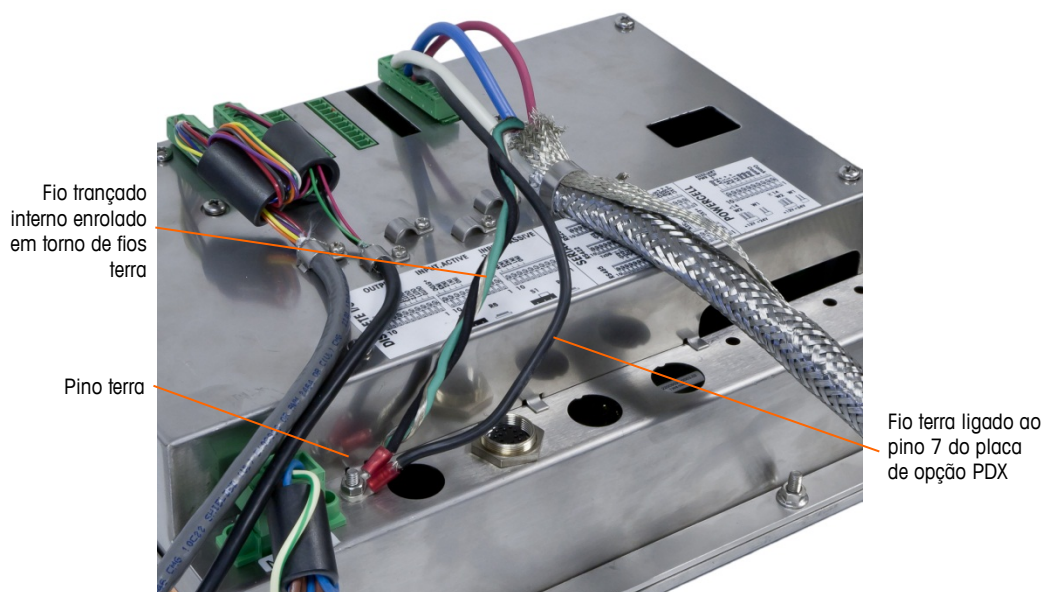

Figura 2-69: Ligação à terra concluído
1. Torça o fio de dreno interno do cabo central junto com os fios preto e verde e conecte-os ao pino terra externo, como mostrado na Figura 2-69.